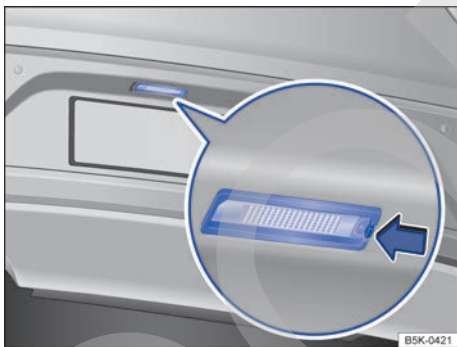

Fig. 193 En el paragolpes trasero: luz de matrícula.
- Presione la pestaña de encastre de la unidad de iluminación en el sentido de la flecha → fig. 193.